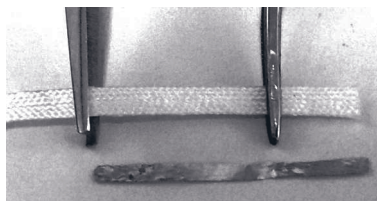

Рисунок 2
- 2) Извлеките шинирующую ленту U.P. Fiber Splint из упаковки с помощью пинцета и обрежьте по размеру шаблона (см. рис. 2).